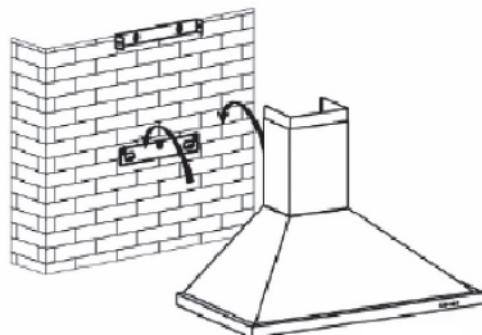

fig. 2
- Placerar dit och koppla in kåpans kropp över detta fäste med de tillhandahållna skruvorna (fig. 2).